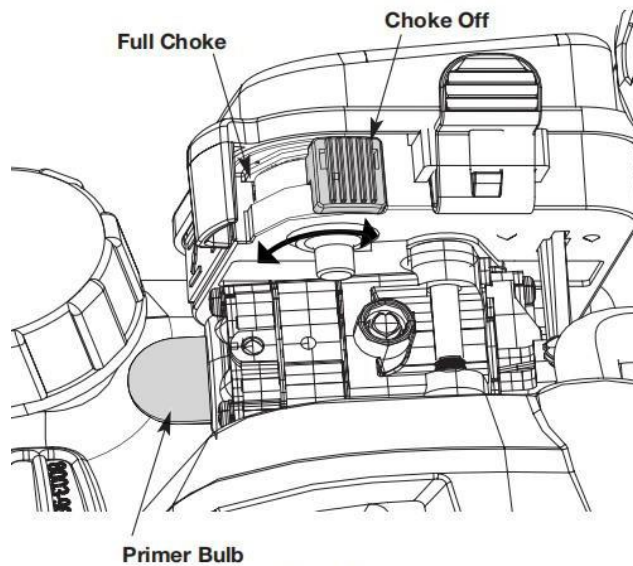

Fig. 6
- d) Drücken Sie langsam 10 Mal auf den Zündhütchenkolben (Abb. 6).
e) Bringen Sie den Chokehebel in die Position "Full Choke" (Abb. 6).